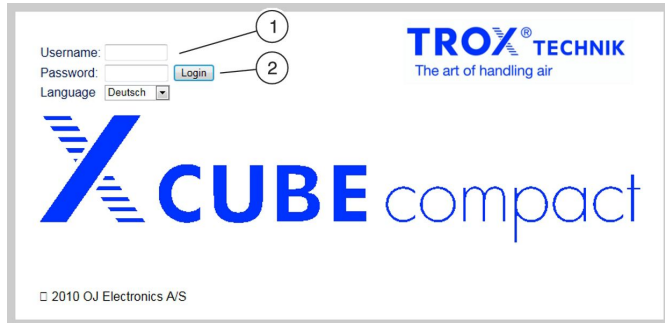

Abb. 55: Am Webserver anmelden
- 1 ▶ Benutzernamen (Abb. 55 /1) eintragen.
- 3 ▶ Schaltfläche „Login“ (Abb. 55 /2) auswählen.